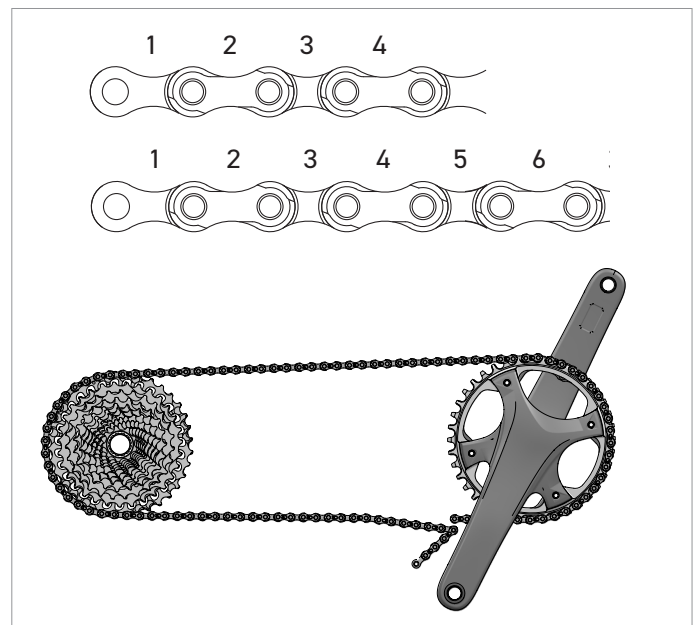

Fig.1B
- para obtener el pasador exacto donde acortar la cadena Fig. 1B).